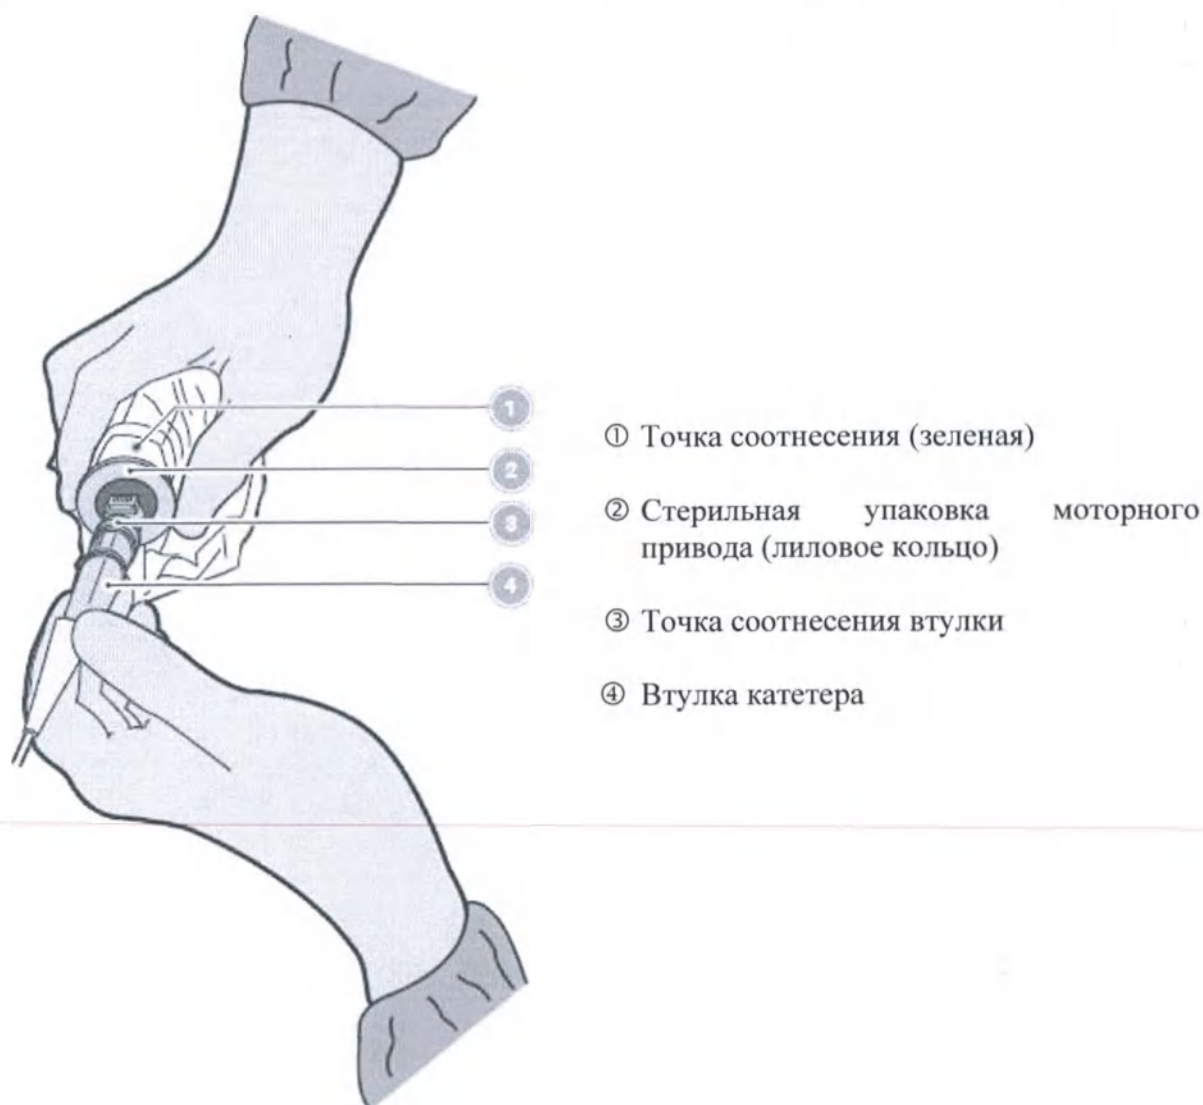

Рисунок 2-11. Соединение втулки катетера с моторный приводом
- 1 Расположите лиловое кольцо стерильной упаковки моторного привода над лиловым портом разъема катетера в передней части моторного привода и надежно зафиксируйте над портом. См. рисунок 2-11.